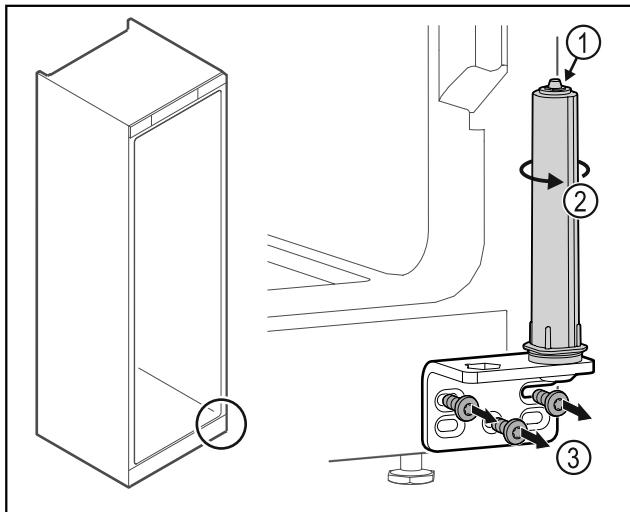

Fig. 24
- ▶ Не розбирати систему закриття дверей Fig. 24 (1).
- ▶ Повернути систему закриття Fig. 24 (2) до клацання.
- ▶ Відкрутити шарнірний кутик Fig. 24 (3).